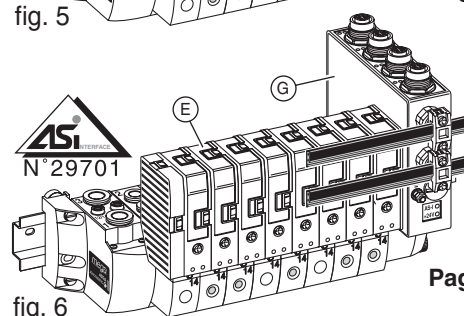

fig. 6
■ PROTOCOLE AS-Interface (fig. 6)